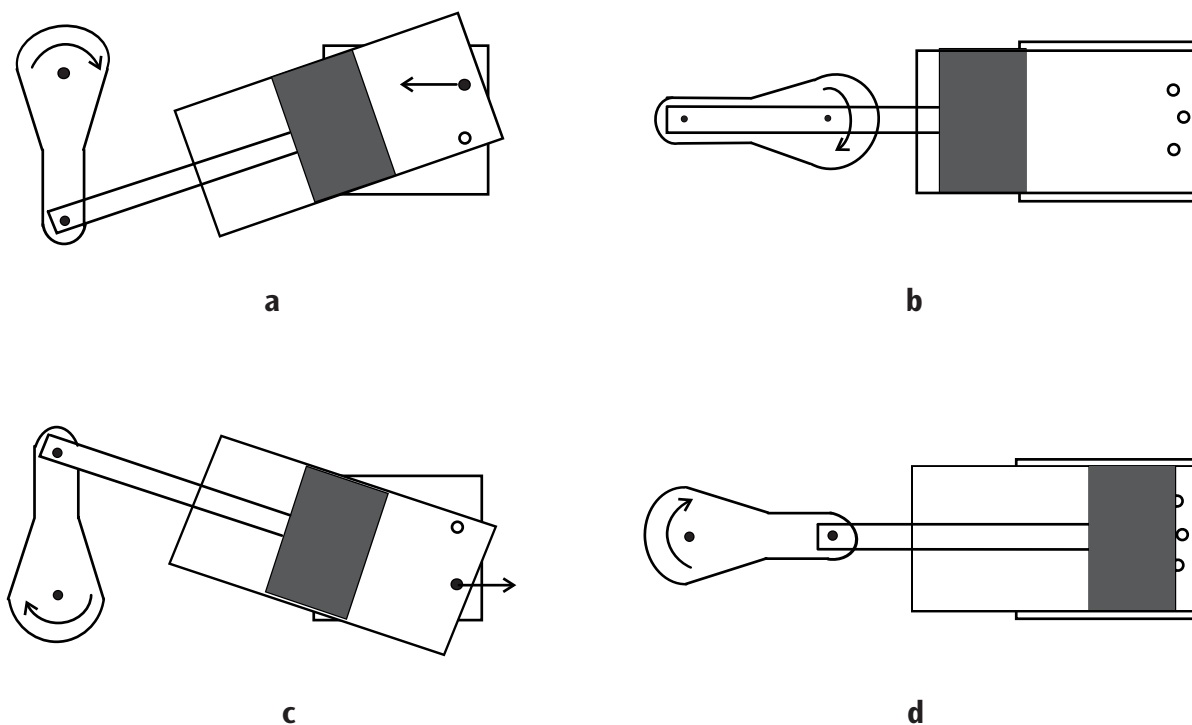

Fig.1: Arbeitszyklus der oszillierenden Dampfmaschine
Im Kessel wird das Wasser erhitzt und Wasserdampf erzeugt. Der Wasserdampf strömt über den Zudampfschlauch ⑫ in den Träger zum Dampfeinlassloch. Sobald sich die Öffnung des Zylinders und die Frischdampfzuführung begegnen, strömt Dampf in den Zylinder und verdrängt den Kolben (Fig. 1 a). Wenn der Kolben in der untersten Stellung angekommen ist, sind die Dampfka-
nale geschlossen. Mit Hilfe des Schwungrads wird dieser Totpunkt überwunden (Fig. 1 b). In der nächsten Phase bewegt sich der Kolben zurück, öffnet das Dampfauslassloch und drückt den Dampf hinaus (Fig. 1 c). Der Dampf wird über den Abdampfschlauch ② und das Abdampfrohr ⑬ abgeführt. Angefallenes Kondensat wird
über den Kondensatschlauch ① in den Kondensatbecher ⑭ abgeleitet. Der Kolben erreicht den oberen Totpunkt, bei dem wieder beide Dampfkanäle geschlossen sind. Nach Überwindung des oberen Totpunktes mittels des Schwungrads wird wieder Dampf zugeführt und der Prozess beginnt erneut (Fig. 1 d).